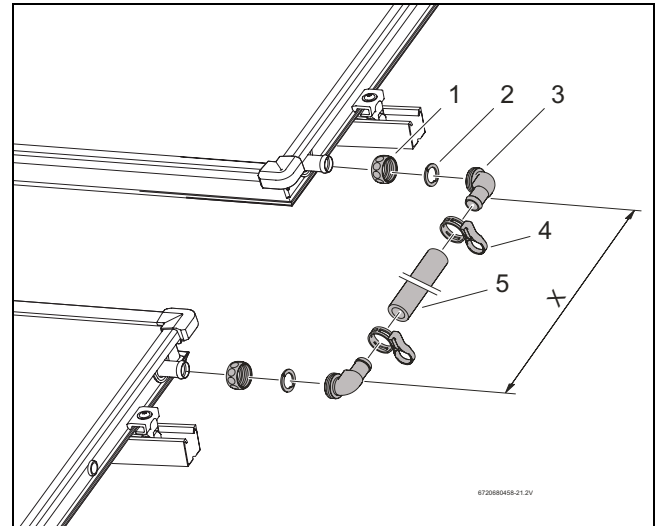

Fig. 58 Juego de conexión entre dos filas de colectores
- Deslice la tuerca de racor (Fig. 58, [1]) sobre las conexiones del colector.
- Coloque la arandela de sujeción (Fig. 58, [2]) por detrás del borde reforzado de la conexión del colector y júntelas hasta unir las.
- Presione la boquilla en ángulo con junta tórica (Fig. 58, [3]) sobre la conexión, corrija su orientación y enrósquela con la tuerca de racor.
- Mida la distancia entre las boquillas en ángulo (medida X) en los colectores montados y corte el tubo solar (Fig. 58, [5]) a la longitud adecuada.
- Introduzca el tubo solar sobre las boquillas en ángulo y fíjelo con abrazaderas (Fig. 58, [4]).